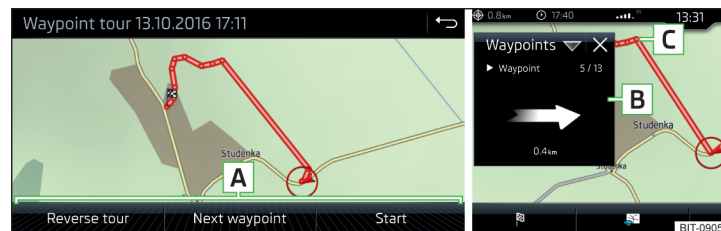

Fig. 240 Visualización de un itinerario de los puntos recorridos / Recorrer un itinerario de los puntos recorridos
- Seleccionar uno de los siguientes menús » fig. 240.
Durante el recorrido de un itinerario de los puntos recorridos aparece en la ventana adicional **Puntos del recorrido** la visualización de la dirección, así como la distancia hacia el próximo punto recorrido, el número continuo del próximo punto recorrido, y la cantidad total de los puntos recorridos [B] » fig. 240.
“Se” “reduce” sucesivamente el itinerario de los puntos recorridos de la posición del vehículo hacia el próximo punto recorrido [C] » fig. 240.
- Visualización del itinerario de los puntos recorridos » fig. 240 de la pág. 207